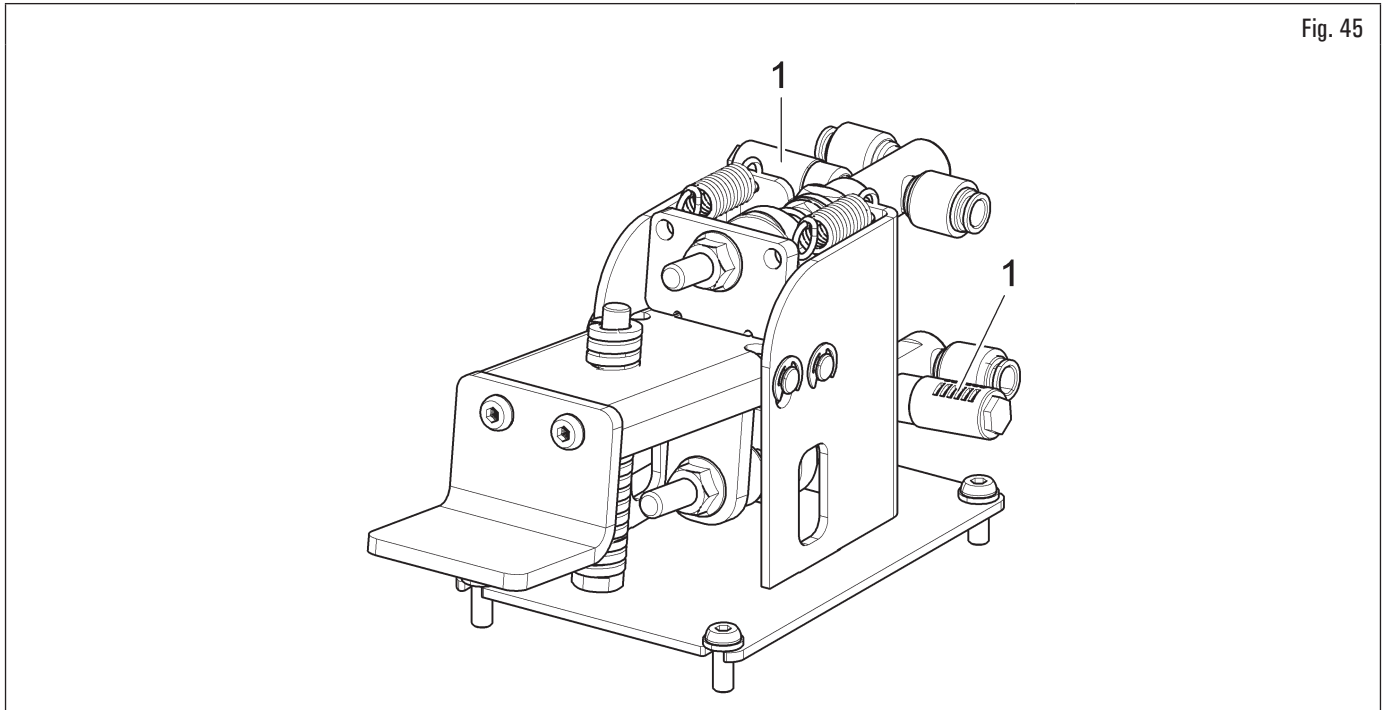

Fig. 45
2. desenroscar los silenciadores (Fig. 45 ref. 1) situados en los servodistribuidores del pedal de inflado;